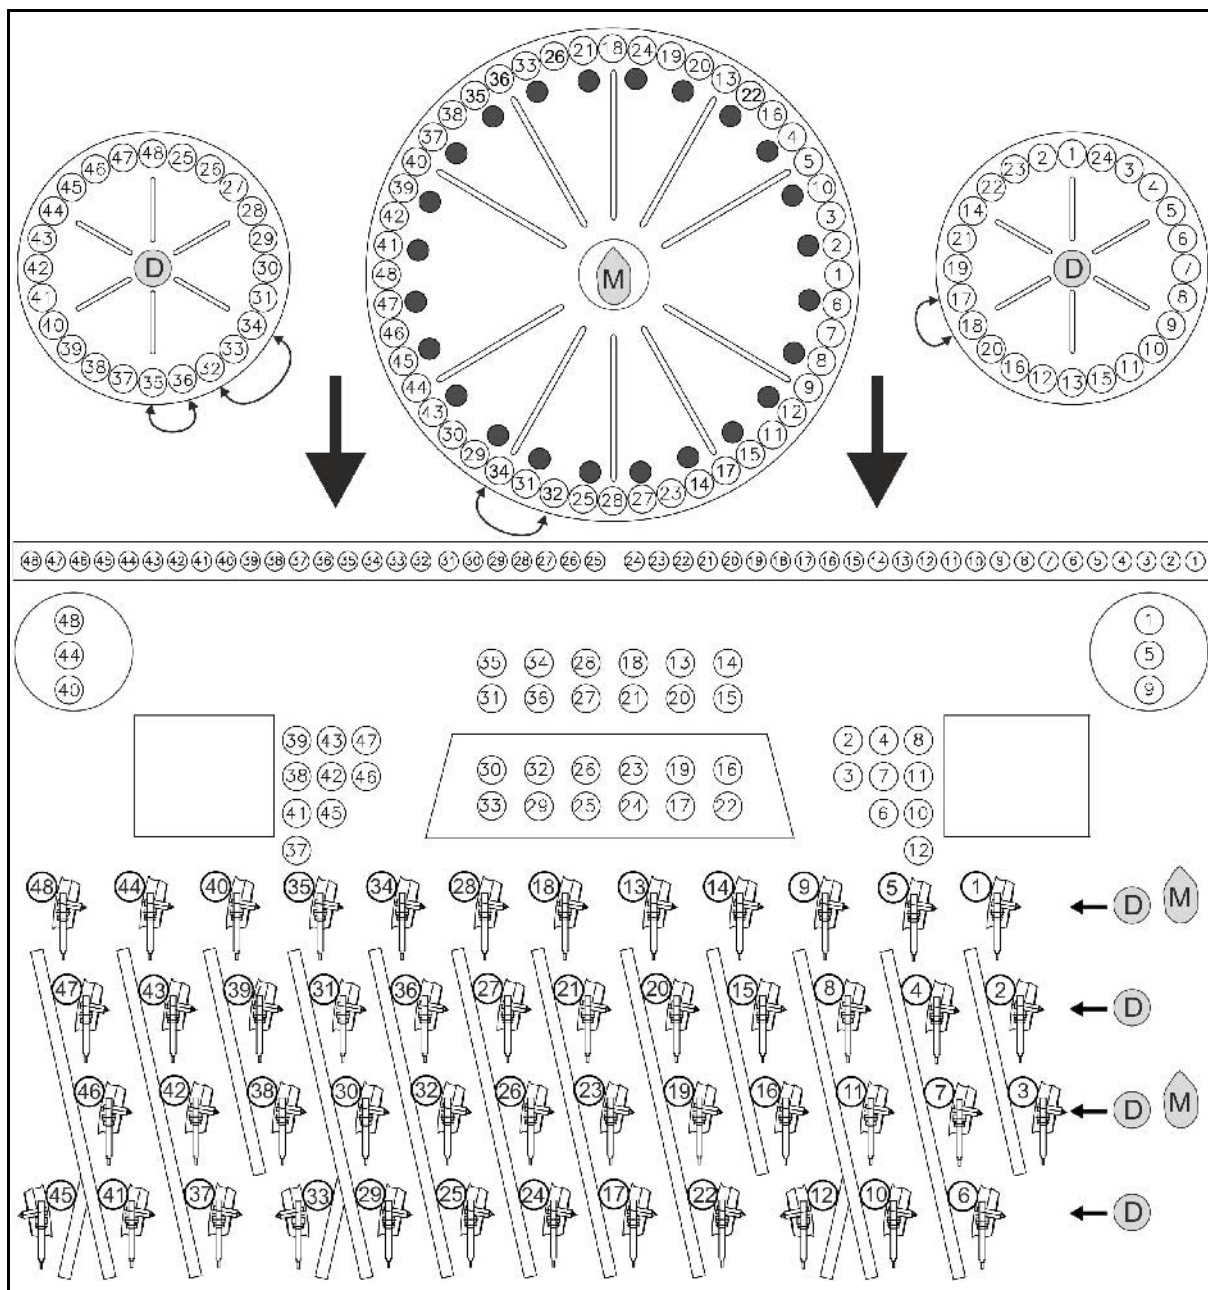

Fig. 33
- Mais : Verschlussstopfen entsprechend Fig. 33 montieren.